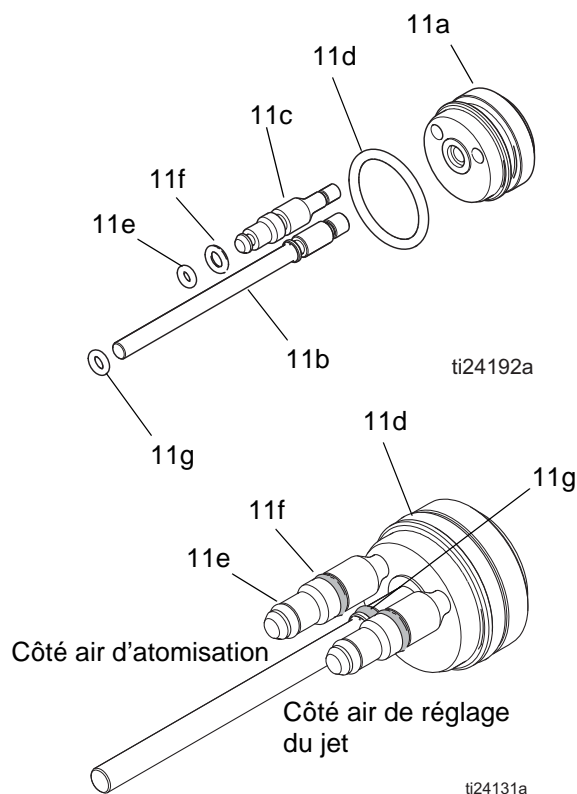
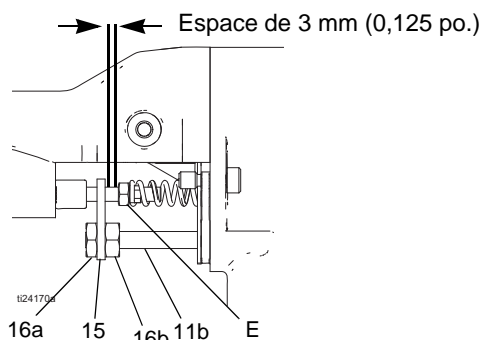

FIG. 33 . Joints toriques du piston
FIG. 34 . Réglage de la tige de commande
2. Retirez le capuchon d'air (1), page 39. Démontez le capotage (26).
3. Retirez l'écrou de blocage (16a), la tige de commande (15) et l'écrou de réglage (16b). Consultez la FIGURE 34.
4. Retirez la tête du piston (13) et le ressort (12) de l'arrière du pistolet.
5. Poussez sur la tige du piston (11) pour sortir le piston par l'arrière du pistolet.
6. Contrôlez si les joints toriques (11d, 11e, 11f, 11g) sont endommagés. Consultez le Tableau 3 et la FIGURE 33.
8. Placez les deux axes (11c) en face des trous pratiqués dans le corps du pistolet et poussez le piston à l'arrière du pistolet jusqu'en butée. Remontez la tête du piston (13) et le ressort (12).
Consultez la FIGURE 34.
2. Retirez les écrous de réglage (16a et 16b) et la tige de commande (15). Consultez la FIGURE 34.